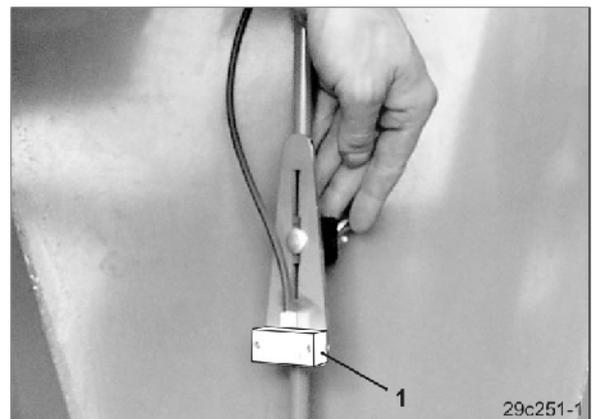

Fig. 80
- klappbares Sieb im Saatgut-Behälter mit Siebverriegelung (Fig. 80/1).
Einstellbar ist die Höhenlage des Füllstandssensors (Fig. 80/1) im Saatgut-Behälter. Hierdurch lässt sich die Saatgut-Restmenge einstellen, die die Warnmeldung und das Alarmsignal auslösen soll.